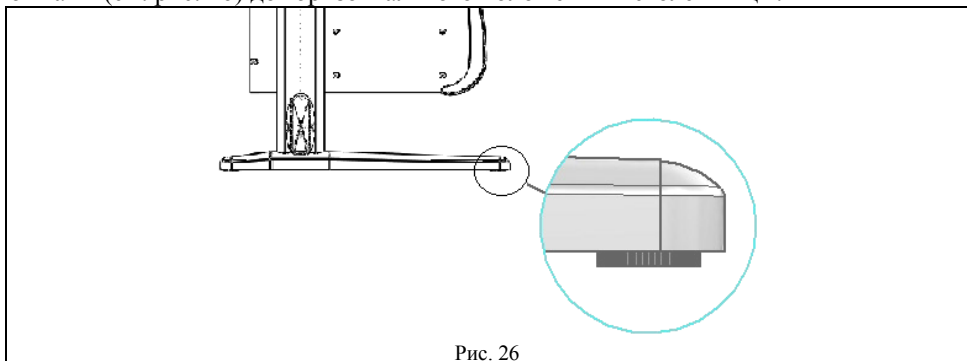

Рис. 26
6.1. Стол следует устанавливать на ровную горизонтальную поверхность, обеспечивающую опору всех ножек, при необходимости отрегулировать стол ножками (см. рис. 26) до горизонтального положения столешницы.